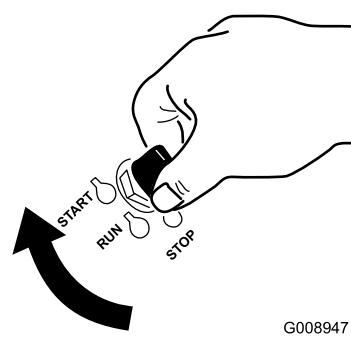

Figure 17
6. Tournez la clé de contact à la position de démarrage (Figure 17). Relâchez la clé quand le moteur démarre.